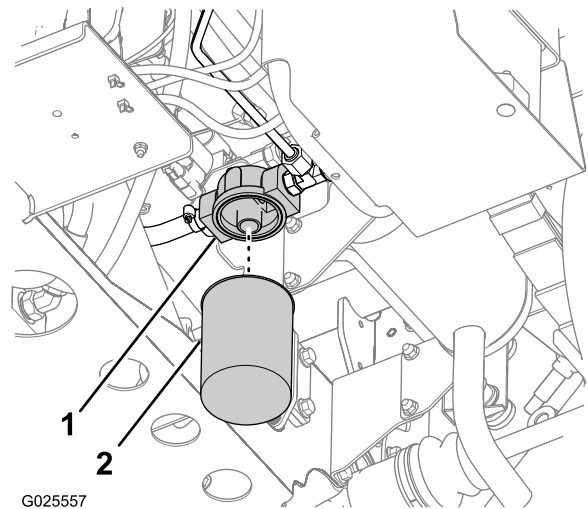

Figura 90
2. Limpe a área em torno da superfície de montagem do filtro (Figura 90).
3. Coloque um recipiente de escoamento debaixo do filtro (Figura 90).
4. Retire o filtro rodando-o no sentido contrário ao dos ponteiros do relógio (Figura 90).
5. Limpe a superfície de encaixe do filtro do adaptador do filtro (Figura 90).
7. Enrosque o filtro no adaptador do filtro até a junta do filtro entrar em contacto com a superfície de encaixe do adaptador (Figura 90) e depois aperte o filtro mais 1/2 volta (Figura 90).